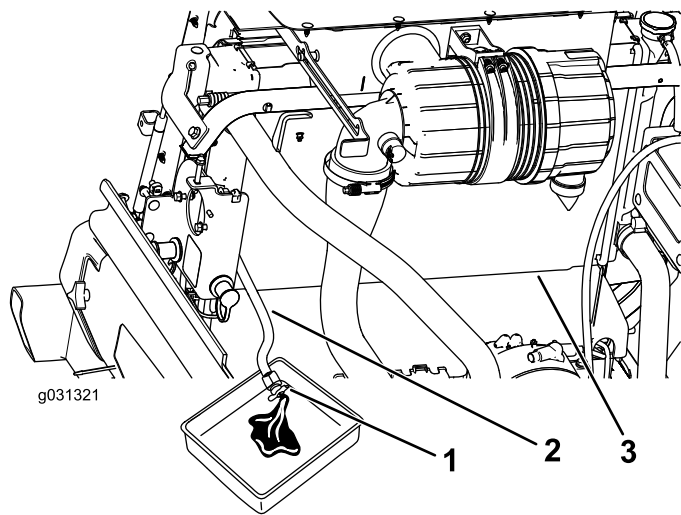

Figura 118
- Con il flessibile di spurgo del radiatore posizionato in una bacinella, aprite la valvola di spurgo sul flessibile del radiatore e spurgate il fluido in una bacinella (Figura 118).
- 4. Chiudete la valvola sul flessibile di spurgo del radiatore (Figura 118).